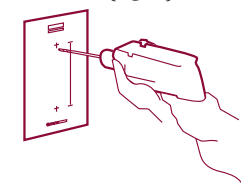

Fig. 4
- Sätt fast den självhäftande bormmallen på väggen. Borra hål i väggen i de markerade punkterna på den självhäftande bormmallen med ett 5 mm borr. (fig. 4)